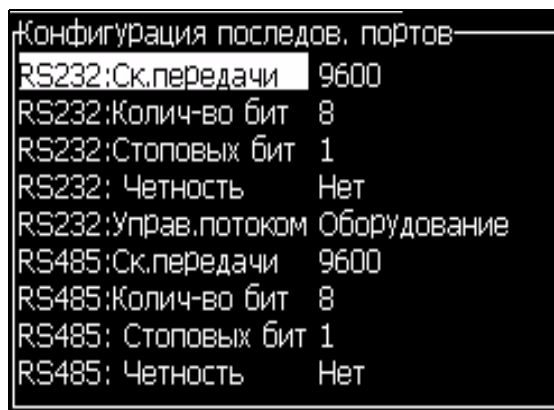

Рисунок 4-20: Диалоговое окно “Configure Serial Ports” (конфигурирование последовательных портов)
- 2 Выберите опцию “Serial Port Configuration” (конфигурирование последовательного порта), и нажмите кнопку “Enter” (ввод). Появится диалоговое окно “Configure Serial Ports” (конфигурирование последовательных портов) (смотрите Рисунок 4-20).